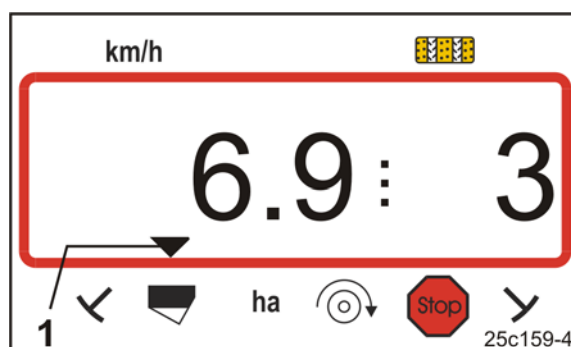

Bild 273
- visas information på manöverterminalen. T.ex. markeras kontrolltecknet för nivån i AMALOG+ (Bild 273/1).